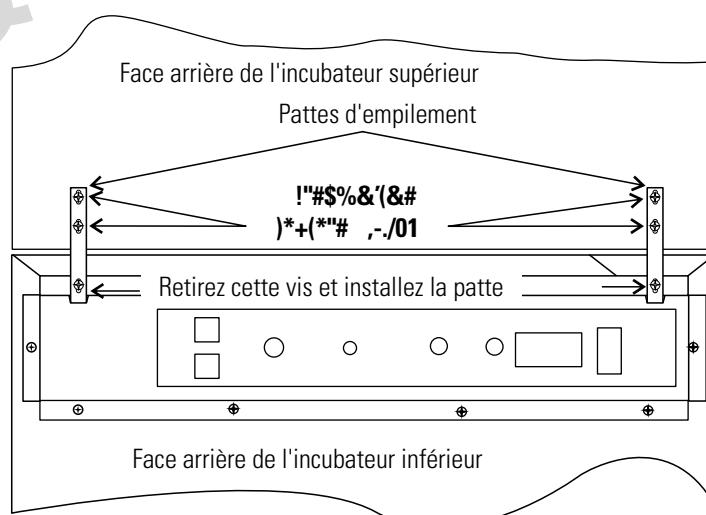

Figure 1-6. Deux vis de l'arrière du logement du panneau de commande
6. Retirez et mettez de côté les deux vis situées à l'arrière du logement du panneau de commande de l'unité du bas, identifiées sur la figure 1-6.
7. Introduisez les pattes d'empilement dans les fentes à l'arrière du logement du panneau de commande de l'unité du bas comme indiqué Figure 1-6. Alignez les fentes avec les trous de montage de l'arrière des incubateurs. Fixez les pattes avec les vis mises de côté et les boulons 1/4-20 fournies dans le kit d'empilement. Une clé ou une douille de 11 mm est nécessaire pour serrer les boulons.